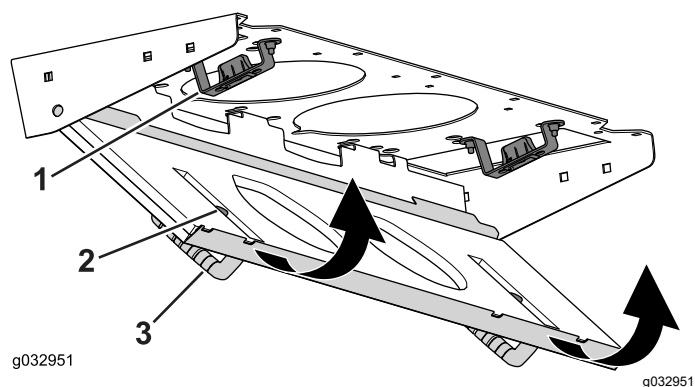

Рисунок 87
4. Поверните сетчатый фильтр вокруг монтажных лепестков так, чтобы защелка зафиксировалась в креплении защелки в сборе (Рисунок 87).